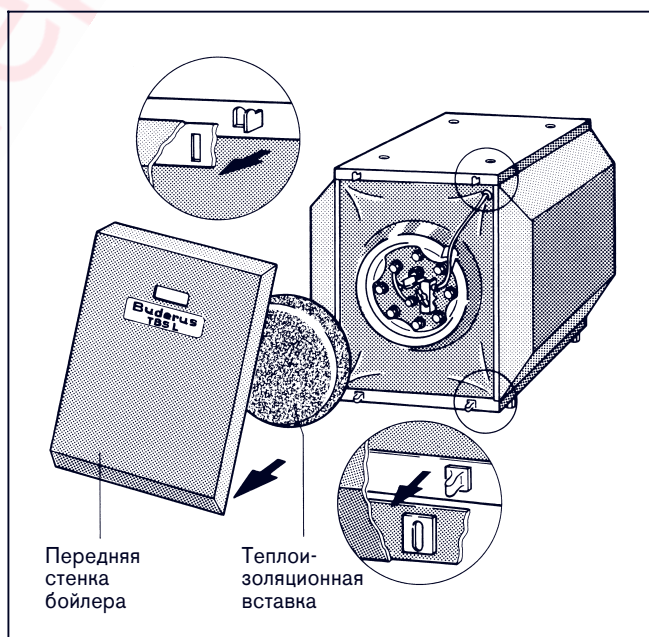

Рис. 5
- Оттянуть переднюю стенку бойлера снизу, в направлении вперед, и снять с зацепления вверху у корпуса бойлера (рис. 5).